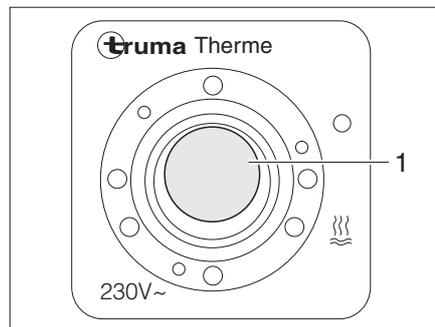

Fig. 121 Commutateur de commande du Therme
Le commutateur de commande (Fig. 121) permet la mise en service en mode de fonctionnement électrique. Le voyant de contrôle (Fig. 121,1) placé sur le commutateur doit s'allumer.
- Mettre le commutateur de commande (Fig. 121) en marche. Le voyant de contrôle (Fig. 121,1) placé sur le commutateur s'allume.
- Mettre le commutateur de commande (Fig. 121) hors circuit. Le voyant de contrôle (Fig. 121,1) placé sur le commutateur s'éteint.
- Mettre le commutateur de commande (Fig. 121) hors circuit. Le voyant de contrôle (Fig. 121,1) placé sur le commutateur ne s'allume pas.